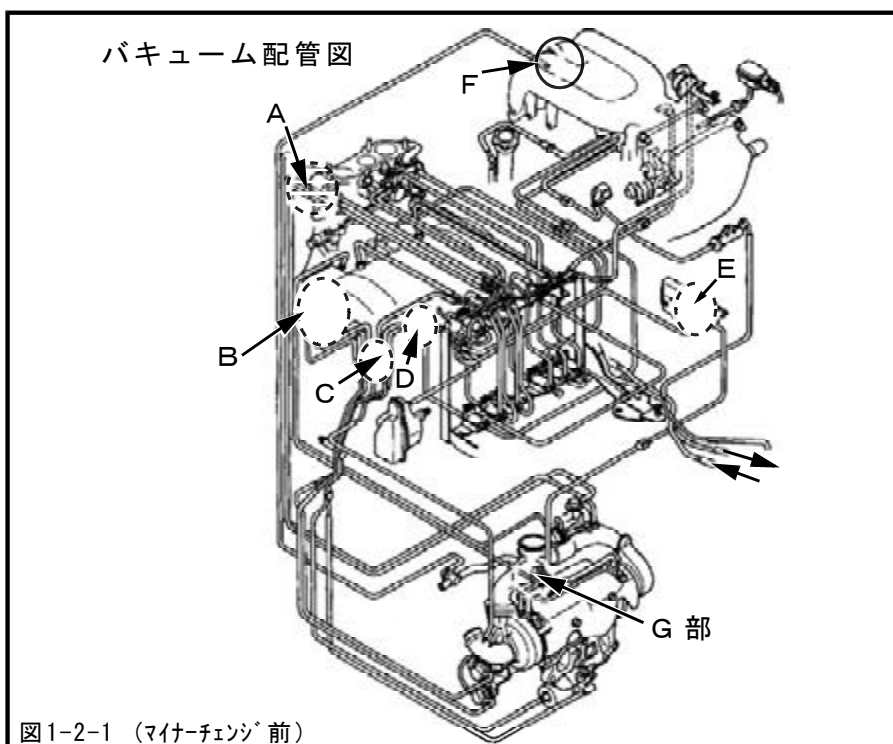
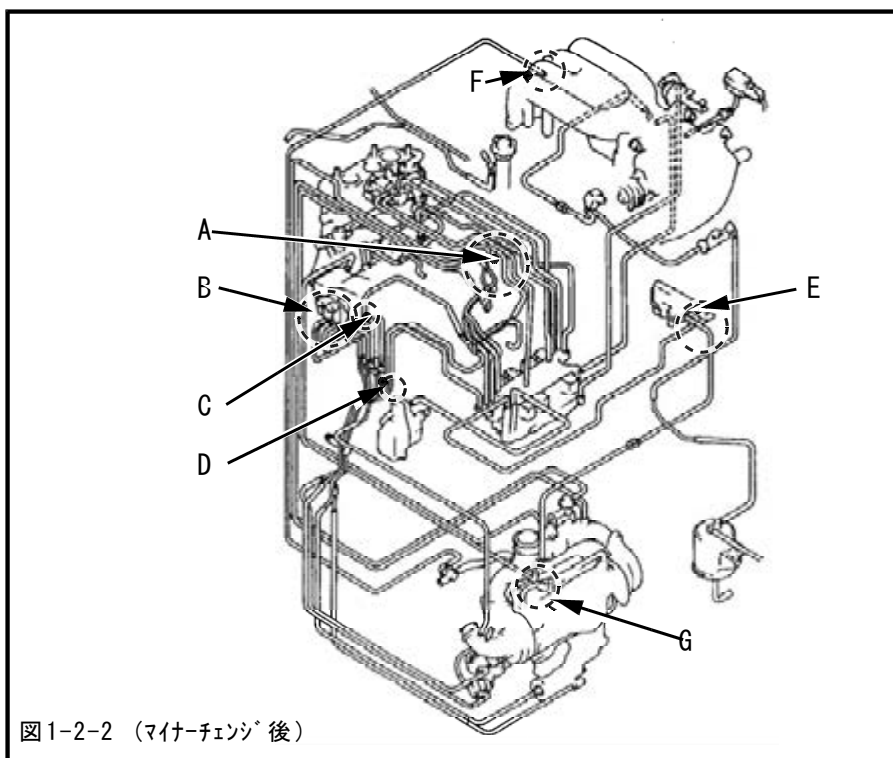

図1-2-1 (マイナーチェンジ前)
図1-2-2 (マイナーチェンジ後)
バキューム配管を図の位置(A-G)で外し、キットパーツを取付けてください。(図1-2-1, 図1-2-2)
(図1-2-1, 図1-2-2)
- (3) A部3本, D部2本, F部1本のホースを取外し、パイプに栓をしてください。(図1-2-1)
- (4) C部1本のホースを取外し、ホースにジョイントパイプφ6-φ6, ホースクランプφ6を取付け、切分けた耐油ホースφ6 (300mm...P50①)を取付けてください。
- ・耐油ホースφ6 (300mm...P50①) (1-2. (1)で切断したもの)
- (5) C部1本のホースを取外し、ホースにジョイントパイプφ6-φ6, ホースクランプφ6を取付け、切分けた耐油ホースφ6 (480mm...P50④)を取付けてください。
- ・耐油ホースφ6 (480mm...P50④) (1-2. (1)で切断したもの)